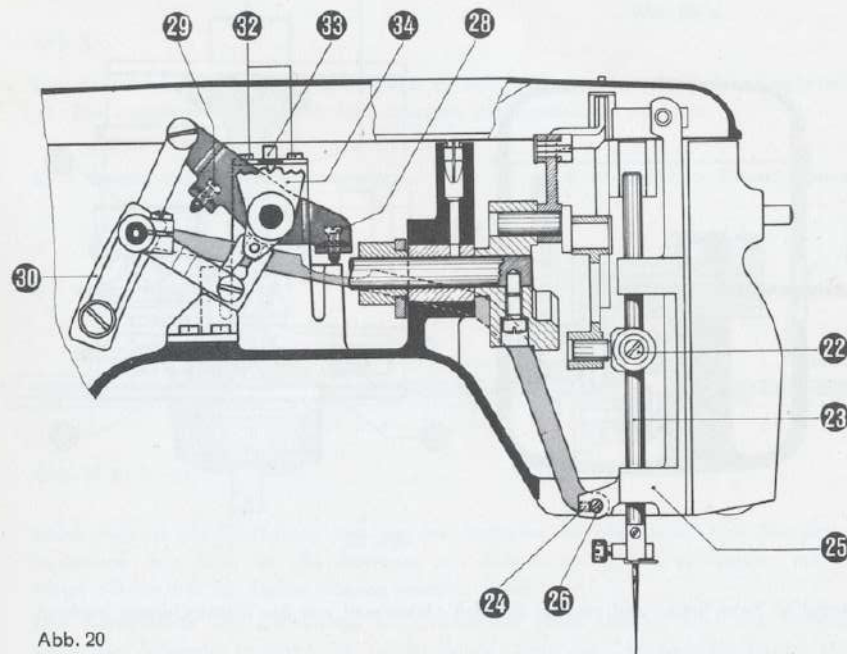

Abb. 20
Jetzt muss der Nadelschwenksupport so eingestellt werden, dass er keinerlei Bewegung macht. Der Zickzackstich steht immer noch auf null. Man dreht die Anschlagsschraube rechts (28) bis sie auf ihrer Auflagefläche aufsitzt (Abb. 20).